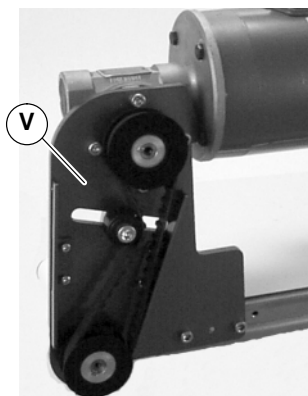

Abbildung 11
2. Spannvorrichtung (V siehe Abbildung 11) lockern.